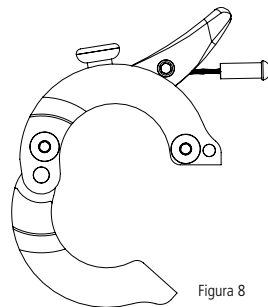

Figura 8
2. Verifique se a alavanca (1) está na posição aberta. Caso não esteja, pressione o botão (2) para liberá-la;
3. Remova o parafuso (3) da parte inferior da base da alavanca utilizando uma chave allen 2,5 mm;
4. Abra a base da alavanca (Figura 8) e coloque-a no guidão de forma que a superfície interna fique em contato com o guidão;
6. Fixe-a com o parafuso (3), utilizando a chave allen 2,5 mm